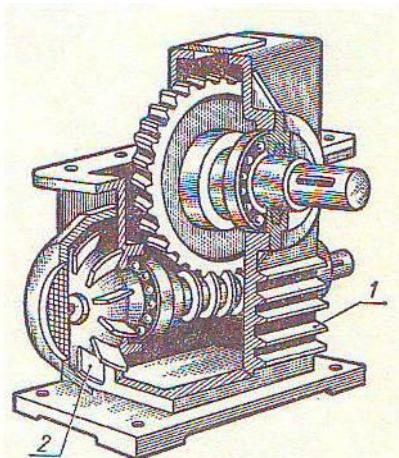

Рис.1.
- обдувом корпуса воздухом с помощью вентилятора, насаженного на вал червячка (рис.1), в этом случае увеличивается K_t .